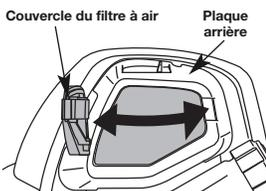

Fig. 28
7. Remettez le couvercle du filtre à air en place. Positionnez les deux petites languettes sur le filtre à air dans les encoches dans le panneau arrière et poussez le couvercle du filtre à air vers le bas, en vous assurant d'aligner la languette de fermeture avec l'encoche de verrouillage, jusqu'à ce que la languette se verrouille en place (Fig. 28 & 27).